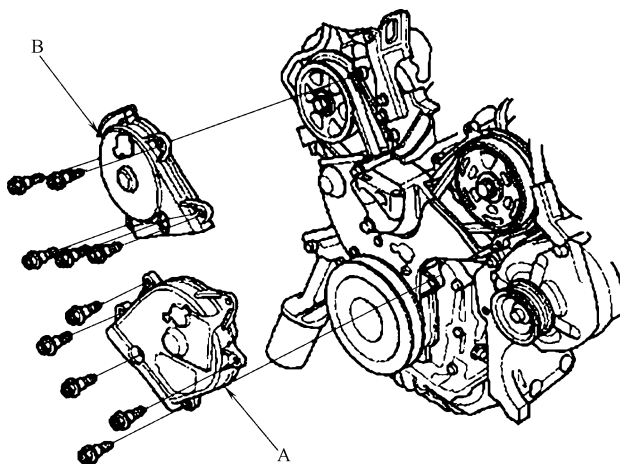

图 23-5 正时带前部上盖 A 和后部上盖 B
- 10) 拆卸正时带前部上盖 A 和后部上盖 B（图 23-5）。